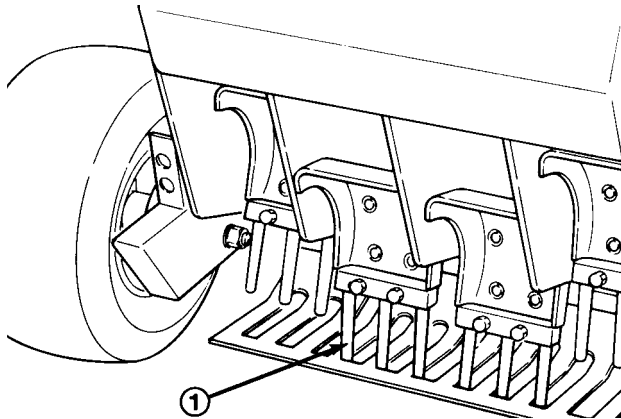

Bild 10
- Die Befestigungsmutter auf 135,5 bis 149 Nm festziehen (Bild 10).